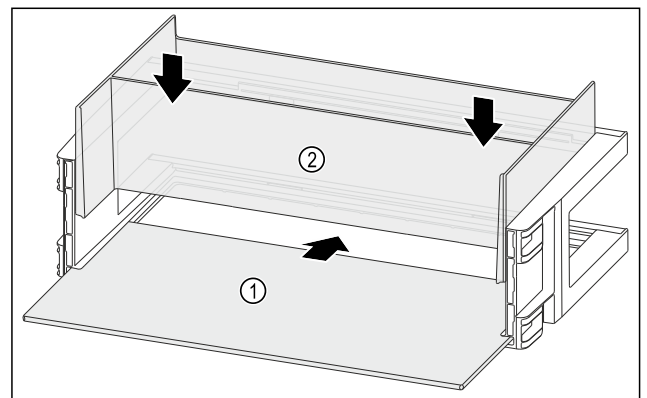

Fig. 126
- Abstellfläche Fig. 126 (1) in die seitlichen Aussparungen einschieben.
- Organizer Fig. 126 (2) einsetzen.